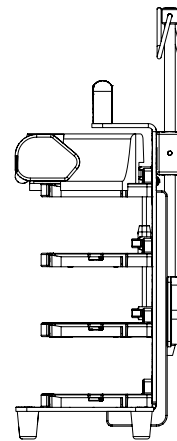

Figure 7: Installation de la pompe dans le BP80–GR4
1. Aligner et insérer la pompe sur la tablette de pompe de votre choix horizontalement jusqu'à ce qu'elle se verrouille (Figure 7). Consulter la section « Mécanismes de sécurité des tablettes de pompes » à la page 17 au besoin.